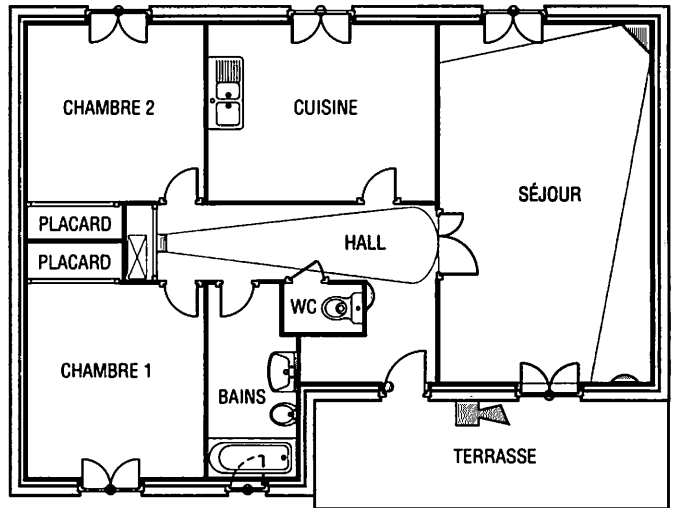

Fig. 3 : Implantations des éléments d'alarme.
a) Implantation des éléments d'alarme anti-effraction (fig. 3, 4).